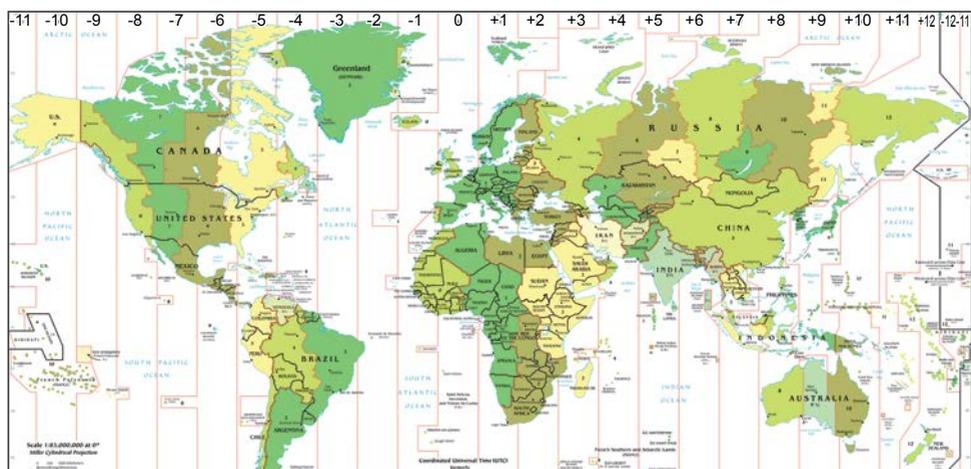

Рис. 22 Часовые пояса
- ▶ часовой пояс по отношению к GMT (например +1 в Германии, см. Рис. 22)